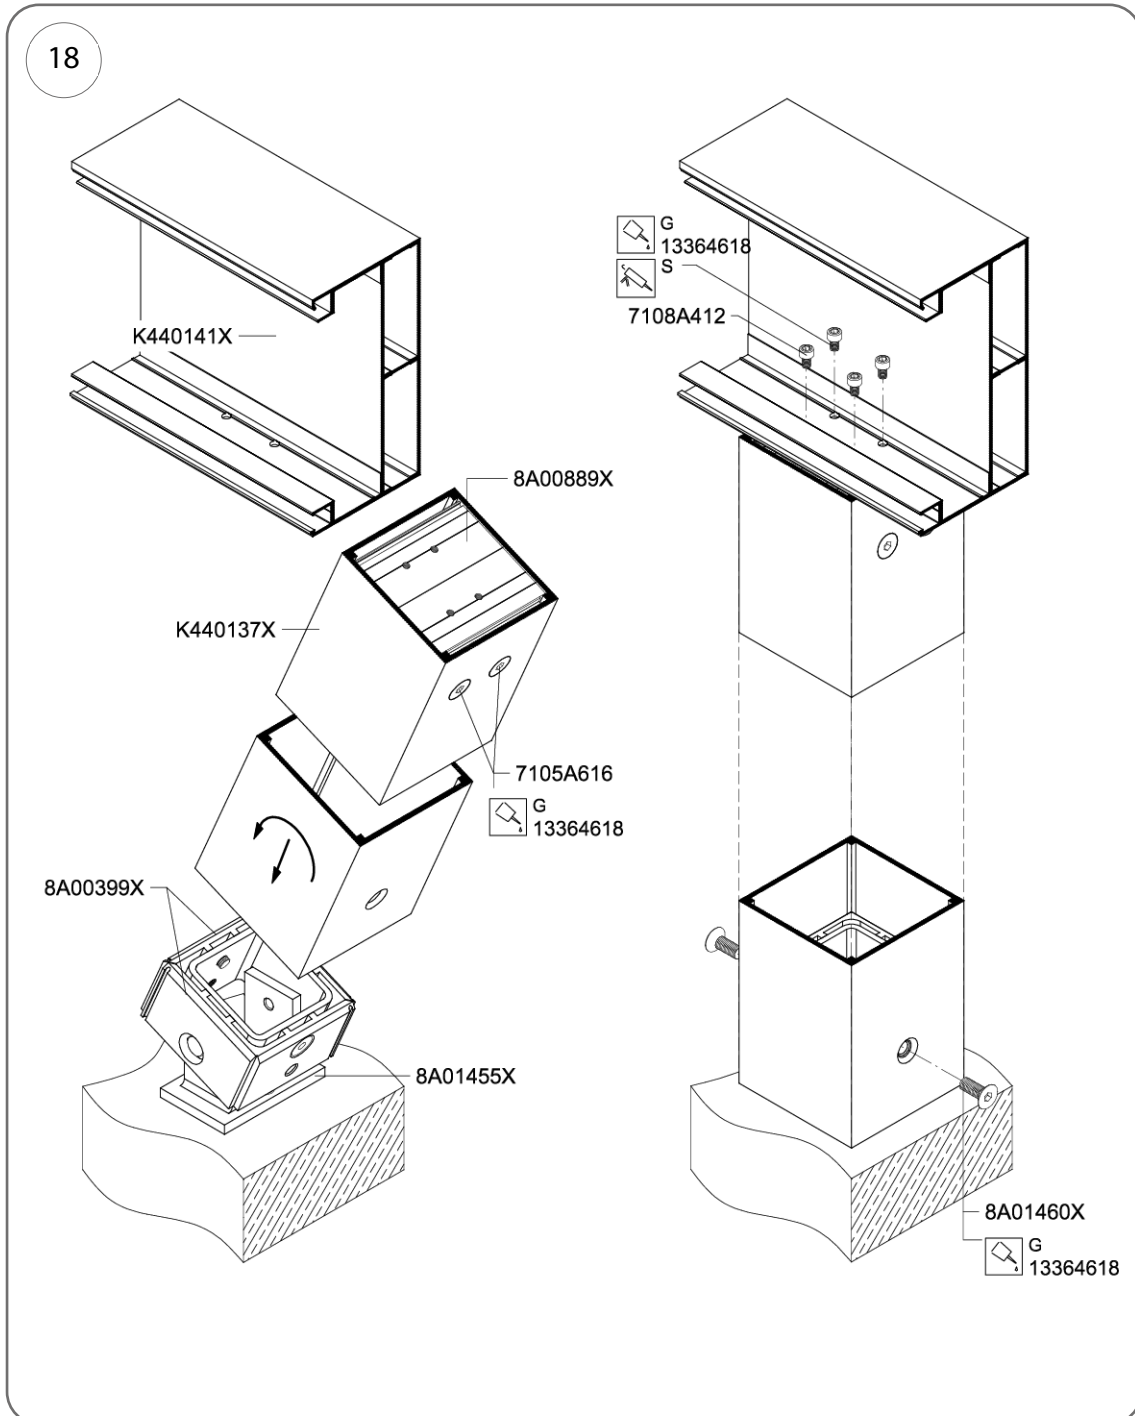

Fig. 18
2. Redressez progressivement le poteau intermédiaire jusqu'à ce que les trous du raccord de poteau et de la poutre ou de la panne s'alignent (Fig. 18).